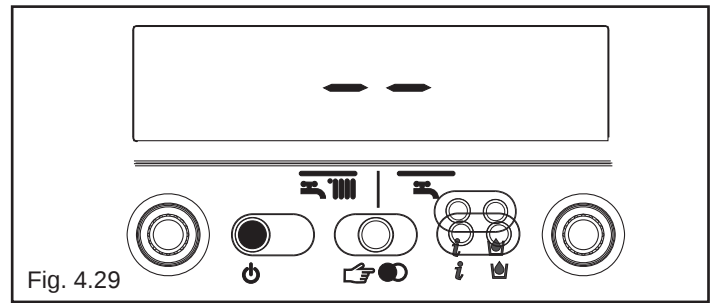

Fig. 4.29
- ⚠ Le operazioni di programmazione dei parametri devono essere eseguite con caldaia in posizione OFF. Per far questo premere il tasto  fino a visualizzare sul display “- -” (fig. 4.29).
Per ripristinare il funzionamento premere il tasto  (fig. 4.29).